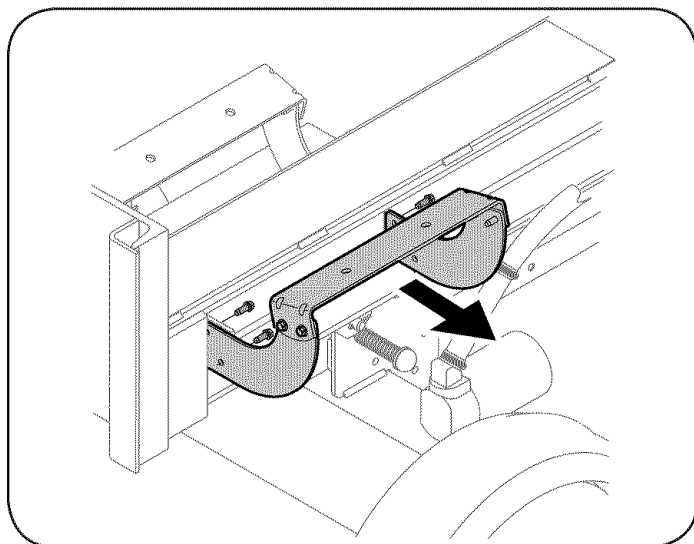

Figura 3-5
- Levantar y correr el cilindro hasta el tope de la viga y dentro de los soportes soldados. Ver la Figura 3-5.